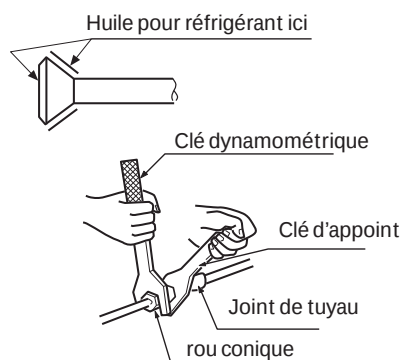

Fig. 7
- Utilisez une clé dynamométrique et une clé d'appoint, illustrées à la Fig. 7, pour fixer les tuyaux sur la boîte à soupapes.